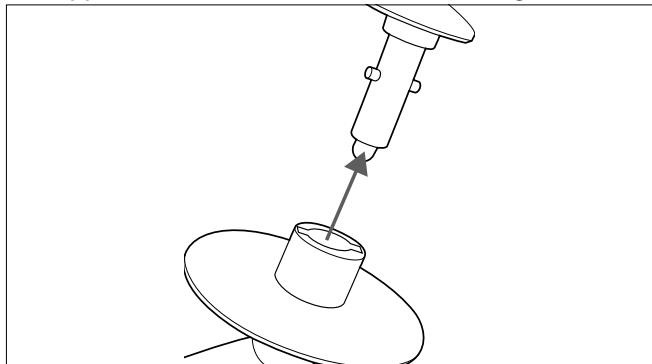

Fig. 9 – Far scorrere l'accessorio di mescolamento sul supporto
- Inserire l'accessorio di mescolamento dal basso nel supporto nel braccio meccanico (vedere Fig. 9).